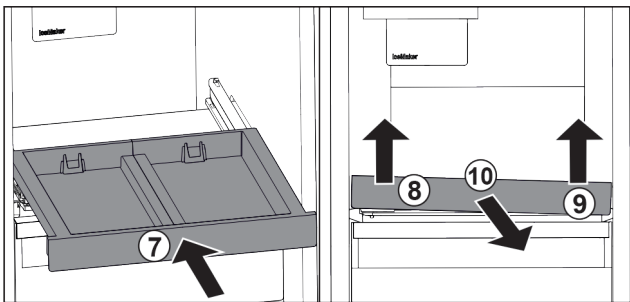

Fig. 171
- ▶ Вставьте выдвижную панель. Fig. 171 (7)
- ▶ Приподнимите выдвижную панель спереди слева. Fig. 171 (8)
- ▶ Приподнимите выдвижную панель спереди справа. Fig. 171 (9)
- ▶ Извлеките выдвижную панель движением вперед. Fig. 171 (10)